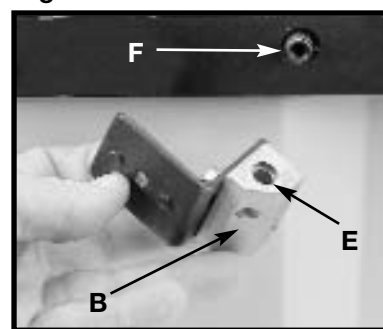

Fig. 11
- Coloque el extremo rebajado (E) Fig. 11 del soporte del hendidor contra el extremo de la vara pivotante (F) y fijela en su sitio utilizando se ensamblaron al tornillo (G) en el PASO #3.